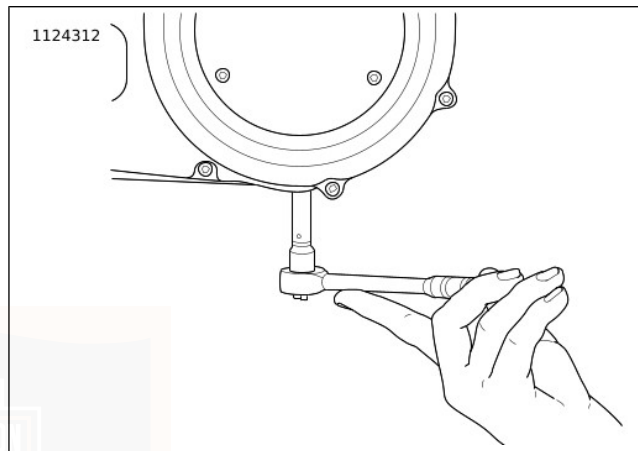

Figure 55. Dépose/pose du bouchon de vidange du carter de chaîne
3. Voir Figure 55. Vidanger le carter de chaîne primaire.